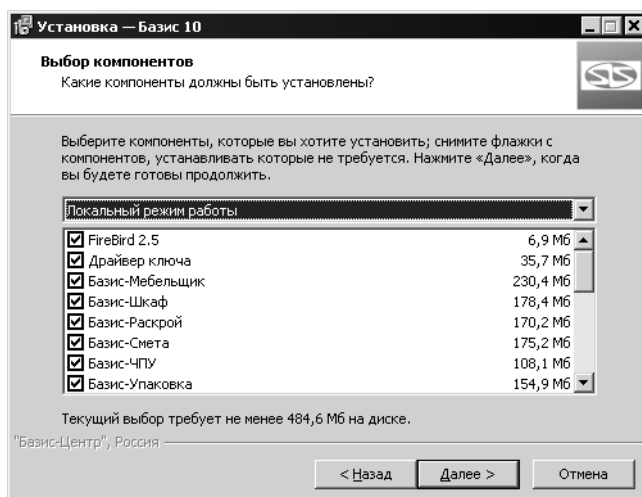

Рис. 3.3.
6. Выберите из раскрывающегося списка вариант установки модуля и включите опции рядом с наименованиями компонентов, которые необходимо установить (рис. 3.3).